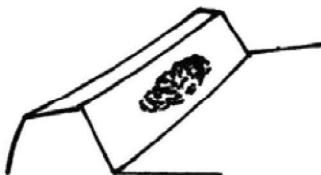

Рис. 8. Выступ зацепления зубчатой передачи
- Зацепление главных механизмов осуществляется посредством выбора прокладки гнезда подшипника и прокладки картера ведущего моста необходимой толщины, чтобы убедится в правильности отпечатка (как показано на рис. 8) и размером зазора в пределах 0.16–0.32 мм. При этом, удерживайте предварительное напряжение на обоих концах дифференциала в пределах 100–150 Н;
- Соприкосновение пары звездочек на концах переднего моста регулируется набором прокладок (1) подходящей толщины, чтобы гарантировать зазор механизма в пределах 0.16–0.3 мм, и обеспечить правильное пятно контакта.
- Чтобы получить конечный зазор механизма в пределах 0.16–0.3 мм, необходимо изменить толщину прокладок (13) для окончательной регулировки, тем временем,
- Зазор 0.1–0.5 мм между нижней поверхностью кольца-фиксатора (4) вертикального вала (3) в любом конце и верхней поверхностью ведомой шестерни (7) получают используя прокладки (6) подходящей толщины.